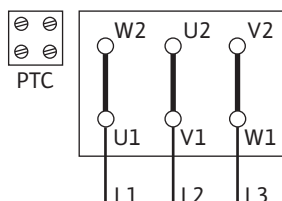

Fig. 10: Pornire Y-Δ
- Alimentarea electrică depinde de puterea motorului P2, de alimentarea electrică și de tipul de pornire. Comutarea necesară a punților de conexiune în cutia de borne se găsește în tabelul următor și în Fig. 10, 11 și 12.